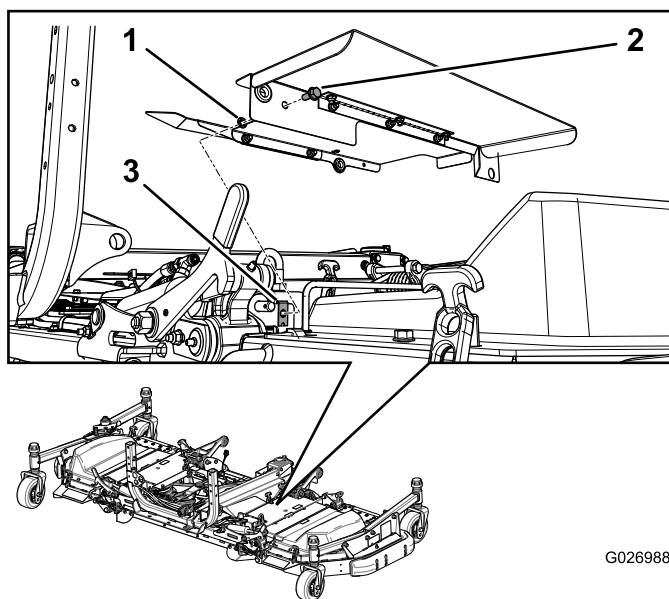

Figura 16
4. Instale um parafuso e uma porca no resguardo (Figura 16).
5. Instale as coberturas combinadas na plataforma (Figura 16).